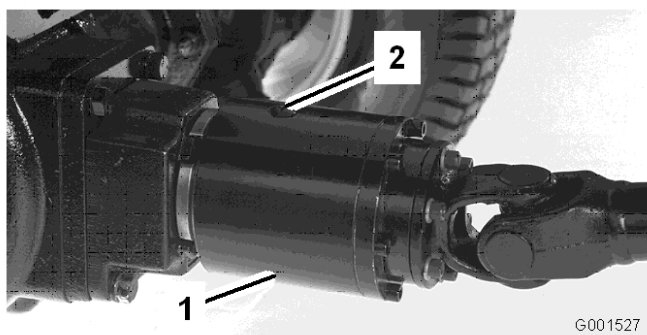

Figura 28
2. Gire el embrague (Figura 28) hasta que el tapón de verificación (mostrado en la posición de las 12) esté en la posición de las 4.